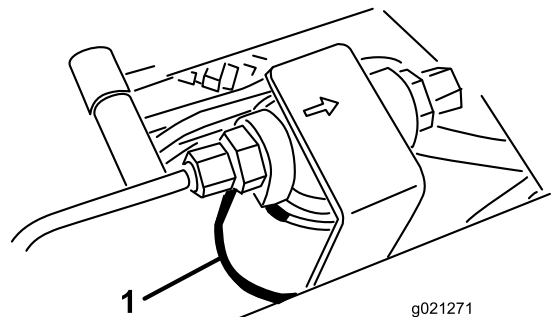
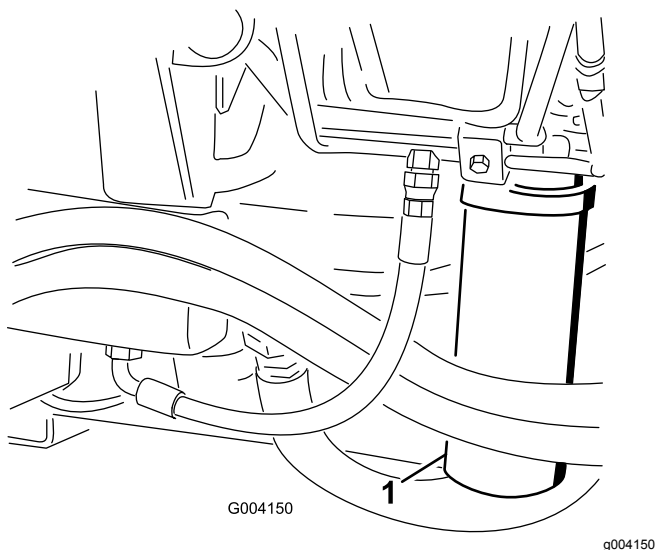

Figura 102
Figura 103
2. Pulite l'area di montaggio del filtro e collocate una bacinella di spurgo sotto il filtro (**Figura 102**) e (**Figura 103**).